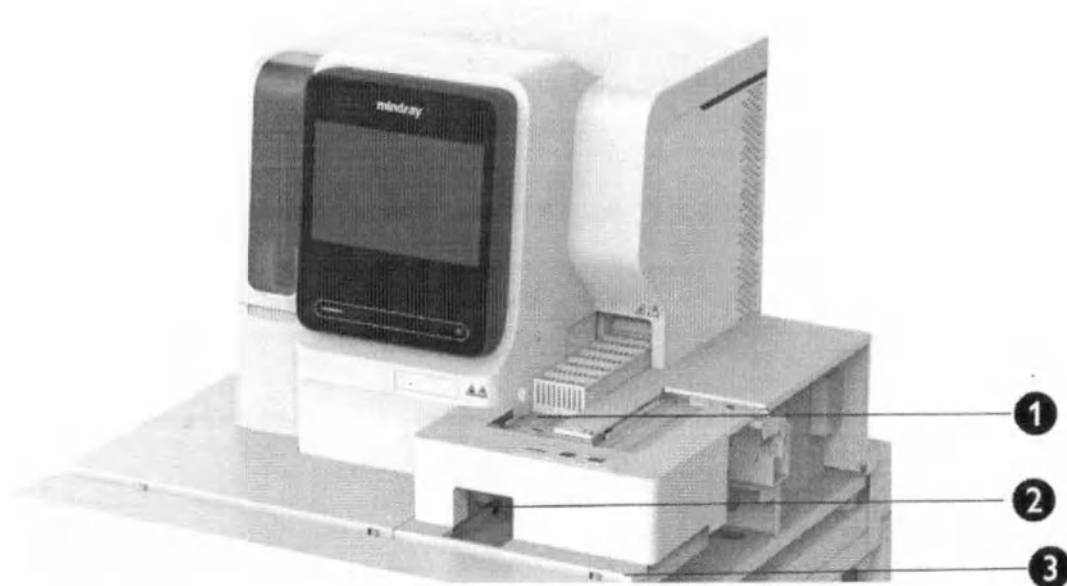

Рис. 3-7 Анализатор (конфигурация 2) с модулем подключения к автозагрузчику (далее - SPL (линии обработки проб))
- На Рис. 3-7 Анализатор (конфигурация 2) с модулем подключения SPL (линии обработки проб) показана одна конфигурация анализатора, подключенного к линии обработки проб Mindray. Фактическая форма варьируется в зависимости от конфигурации линий обработки проб.